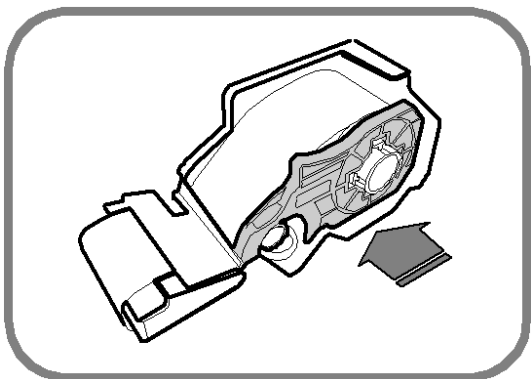

Рисунок 1.17 – Установка картриджа
8. Установите картридж внутрь отсека принтера (см. рисунок 1.17).